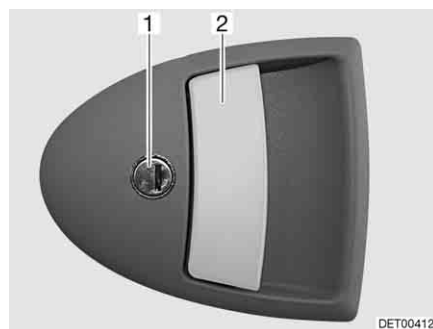

Fig. 28 Serratura della porta di ingresso, lato esterno
Apertura: ■ Inserire la chiave nel cilindro della serratura (Fig. 28,1) e ruotare fino a quando la serratura della porta si sblocca.
■ Tirare la maniglia della porta (Fig. 28,2). La porta è aperta.
Bloccaggio: ■ Inserire la chiave nel cilindro della serratura (Fig. 28,1) e ruotare fino a quando la serratura della porta si blocca.